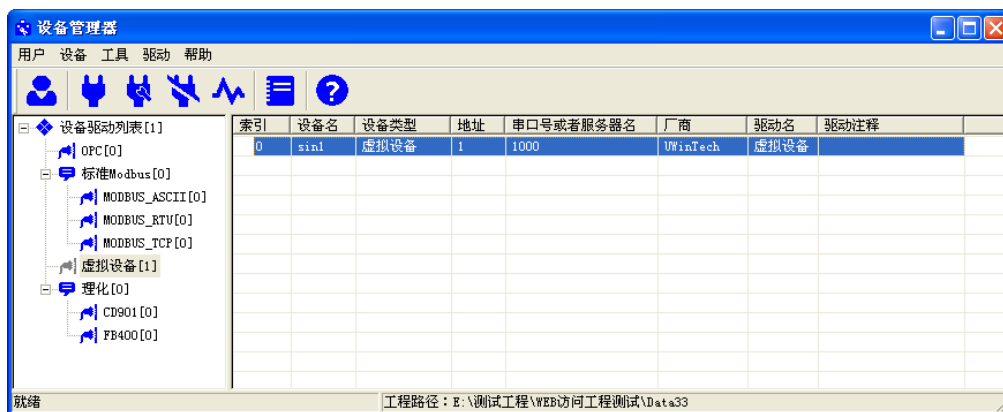

图 6-33 设置完成
(3) 配置完成后，点击“确定”按钮，即可完成虚拟设备的配置，如图 6-33 所示。
(4) 选中需要修改的虚拟设备，右键/编辑，或菜单栏中设备/编辑，或者点击编辑图标“”，即可弹出编辑窗口，如上图 6-33 所示。